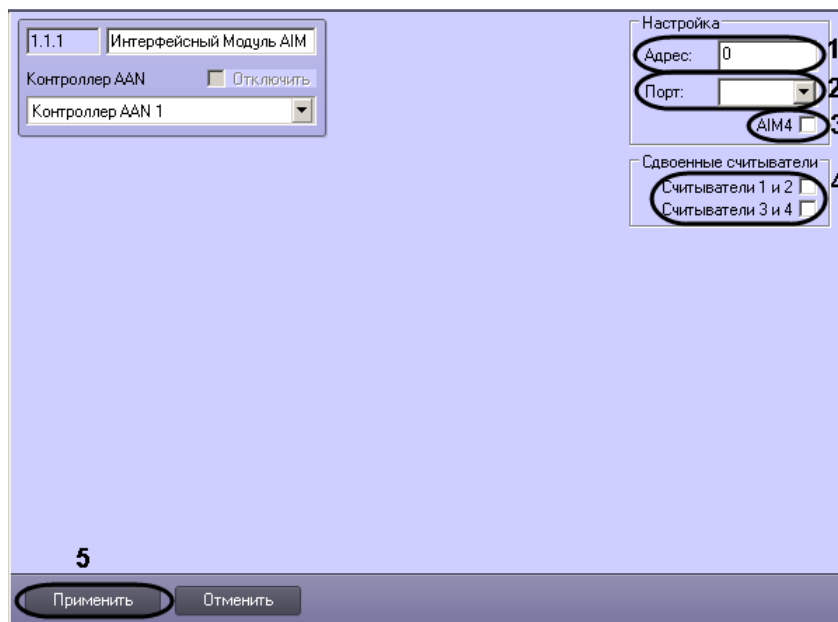

Рис. 3.4–2 Панель настроек объекта Интерфейсный Модуль AIM
2. Ввести в поле **Адрес:** уникальный адрес интерфейсного модуля *AIM* (см. Рис. 3.4–2, **1**).
3. Из раскрывающегося списка **Порт:** выбрать порт подключения интерфейсного модуля *AIM* (см. Рис. 3.4–2, **2**).